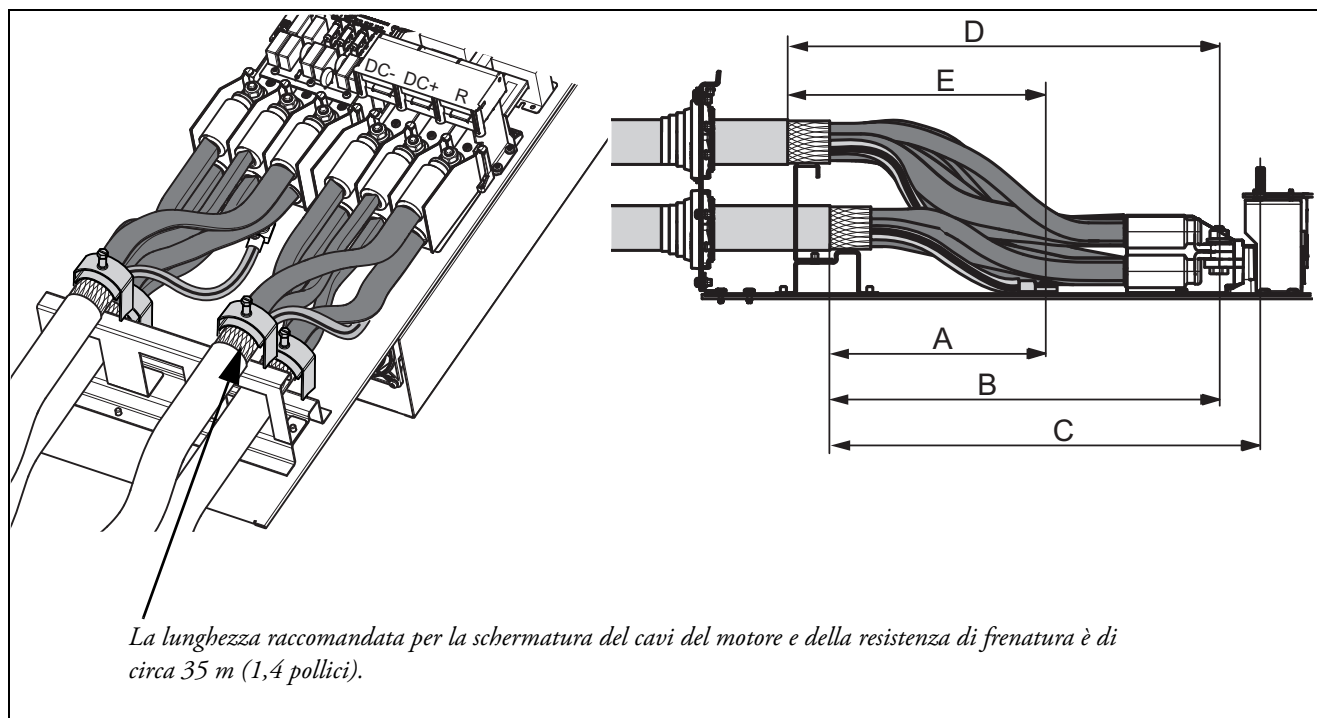

Fig. 61 Distanze tra il morsetto serracavo e i bulloni di collegamento, formato FA.
4. Spellare i cavi come indicato in tabella 15 e fig. 61.
3. Spellare i cavi come indicato in tabella 17 e fig. 61.
La Fig. 61 indica la distanza tra il morsetto serracavo e i bulloni di collegamento, per decidere la lunghezza di spellatura dei cavi.